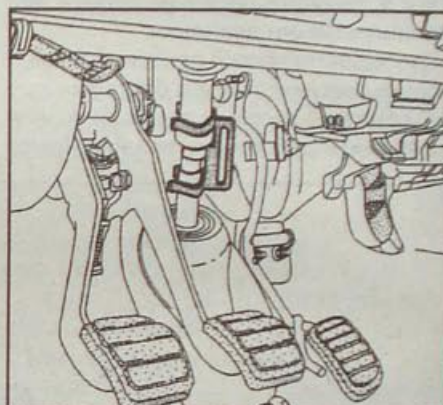

Рис. 9.6. Установка приспособления Dir. 1408 для регулировки положения вилки карданного шарнира рулевого вала относительно приводной шестерни рулевой передачи
- В салоне автомобиля на нижнюю часть рулевой колонки установите приспособление Dir. 1408 (рис. 9.6).